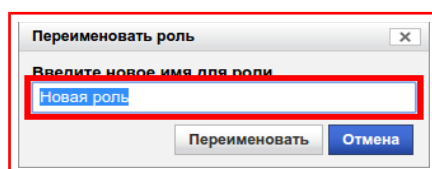

Рисунок 9.14 — Диалоговое окно «Переименовать роли»
- 3) В появившемся диалоговом окне ввести новое имя роли в поле под текстом **«Введите новое имя для роли»**, рисунок 9.14;